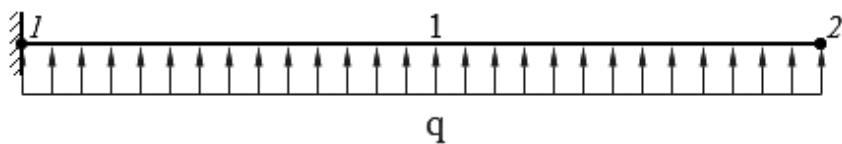

Рис. 7.2 – Схема балки к заданию 1
1. Данна балка с опорой в виде жесткой заделки (см. рис. 7.2). К балке приложена равномерно-распределенная нагрузка q , кН/м. Значение нагрузки задано по вариантам. Длина балки l_{12} , м. Определить числовые значения реакций, возникающих в жесткой заделке. Построить эпюры внутренних силовых факторов – поперечной силы и изгибающего момента.
3. Какой вид будут иметь эпюры поперечных сил и изгибающих моментов при решении задачи по рис. 7.2?